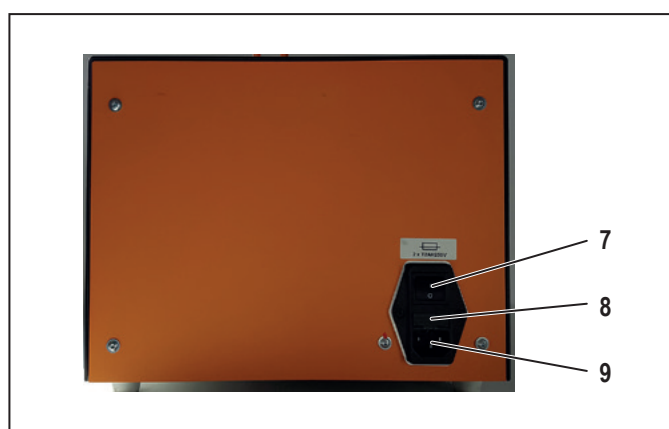

Figura 3.2 Perspetiva traseira
- ▶ Inserir o cabo de energia na tomada de ligação elétrica (figura 3.2, 9) da máquina e ligar à alimentação elétrica.
- ▶ Ligar a Crimpfix E no interruptor de Ligar/Desligar (figura 3.2, 7).